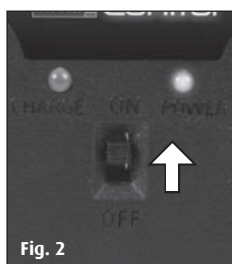

Fig. 2
3. Allumer la télécommande, le voyant LED rouge s'allume (Fig. 2).